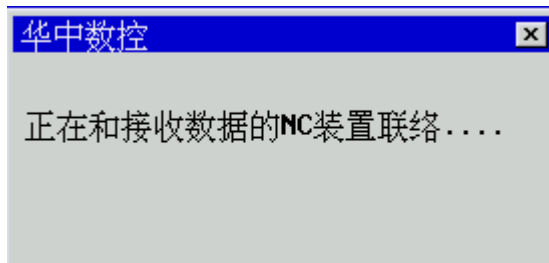

图 7.8.3 提示正在和接收数据的 NC 装置联络
- (6) 选择要发送的 G 代码文件;
- (7) 按 **Enter** 键,弹出如图 7.8.3 所示对话框,提示“正在和接收数据的 NC 装置联络”;
- (8) 联络成功后,开始传输文件,上位计算机上有进度条显示
- (7) 选择要发送的 G 代码文件;
- (8) 按 **Enter** 键, 弹出如图 7.8.3 所示对话框, 提示 “正在和接收数据的 NC 装置联络”;
- (9) 联络成功后, 开始传输文件, 上位计算机上有进度条显示传输文件的进度, 并提示 “请稍等, 正在通过串口发送文件, 要退出请按 Alt-E 退出”, HNC-21M 的命令行提示 “正在接收串口文件”;
- (10) 传输完毕, 上位计算机上弹出对话框提示文件发送完毕, HNC-21M 的命令行提示 “接收串口文件完毕”。